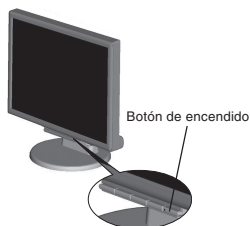

Figura C.1
4. Conecte todos los cables al conector apropiado de la parte posterior del monitor (**figura B.1**). Conecte los auriculares (no incluidos) al conector apropiado de la parte trasera del monitor (**figura C.1**).
- Encienda el monitor y el ordenador con el botón de encendido (figura C.1).